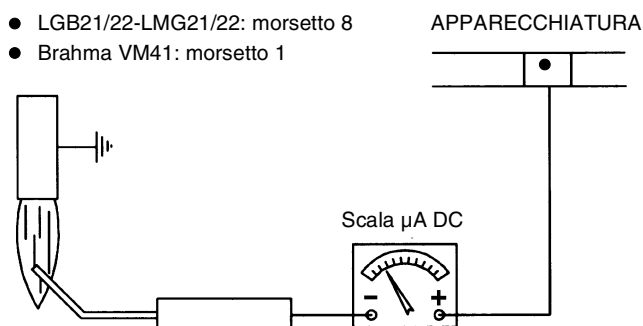

Fig. 30
- In caso di dubbio verificare il circuito di rivelazione dopo aver rimesso in funzione il bruciatore seguendo lo schema in Fig. 30.
Per misurare il segnale di rivelazione seguire lo schema in Fig. 30.